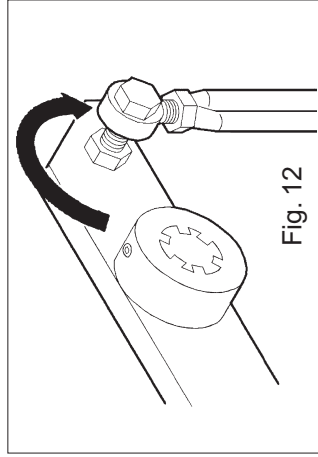

Fig. 12
- 9) Fixer le groupe levier de commande au palonnier en serrant avec le contre-écrou (fig.12). [Le fait d'invertir les systèmes de levage de la barrière détermine une position baissée de la barre].
- 9) Fijar el grupo palanca mando al balancín apretando con la contratuerca. (fig.12)